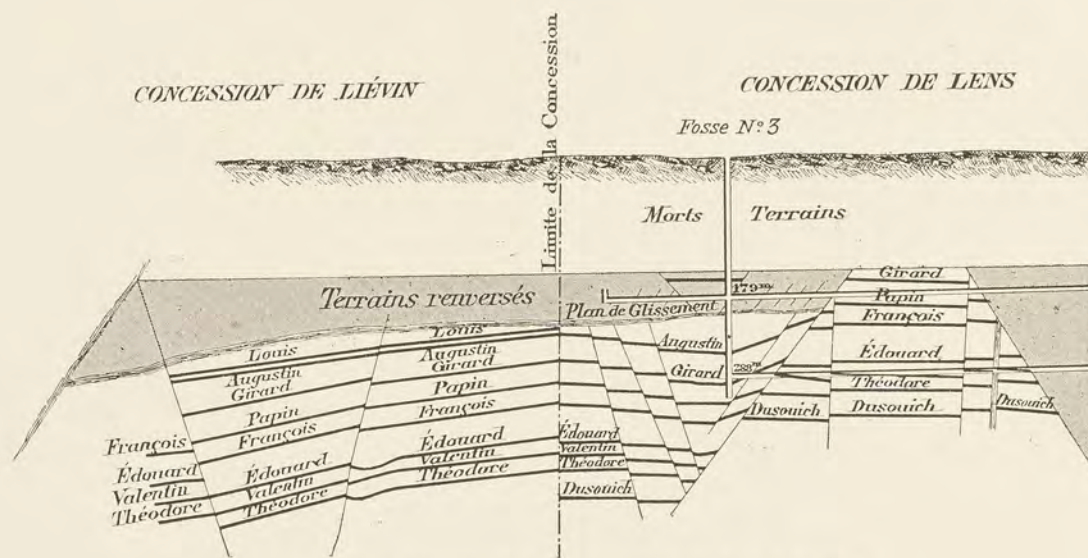

FIG. 107. — Coupe faite à la limite des concessions de Lens et de Liévin.
milées à des amas. Ainsi à Cardiff, dans le pays de Galles, on connaît 60 couches ayant ensemble 25 mètres d'épaisseur et s'étendant avec une grande régularité sur une surface de 2 400 kilomètres carrés. De même on a pu compter dans un bassin houiller belge, sur une épaisseur de 300 mètres, 156 couches de houille ayant chacune en moyenne 0^m,60 d'épaisseur. Dans les bassins du Nord de la France, les couches sont également minces et multipliées, une puissance d'un mètre y est assez rare, mais la continuité des couches en fait le prix. C'est ainsi que dans le gisement de Lens, un des mieux et des plus complètement explorés, on trouve 28 couches exploitables dont les épaisseurs réunies forment un massif de 28^m,42 de houille. Ces couches, réparties sur une profondeur d'environ 650 mètres, ont donc une épaisseur moyenne qui dépasse 1 mètre. Le tableau ci-contre, que nous empruntons à l'ouvrage de M. Vuillemin (1), nous donne une idée exacte de cette disposition. Il est bon d'ajouter que c'est là une richesse exceptionnelle dans le bassin du Pas-de-Calais et inconnue dans le bassin du Nord. Il est assez difficile de se rendre compte de l'étendue de ces couches, à cause des nombreuses failles qui les coupent et qui leur font subir des rejets et des changements de direction. C'est ainsi que la veine Dusouich, une des mieux connues, s'étend en forme de courbe d'un développement de 14 à 15 kilomètres, mais avec de très nombreuses interruptions (fig. 107). Enfin, il est à remarquer que la nature de la houille varie avec l'ordre de superposition des couches : à la base, la houille maigre ; au-dessus, la houille grasse.
(1) E. VUILLEMIN, *Le bassin houiller du Pas-de-Calais*, tome 1^{er}, 1880.